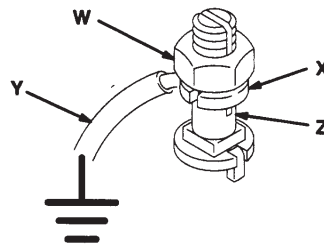

Fig. 1
1. *Pompa*: utilizzare un filo ed un morsetto di messa a terra. Vedere fig. 1.
fig. 1. Collegare l'altra estremità del filo ad una buona terra naturale. I componenti in oggetto sono disponibili tra gli accessori Graco, cod. 222-011 – morsetto + filo di messa terra.